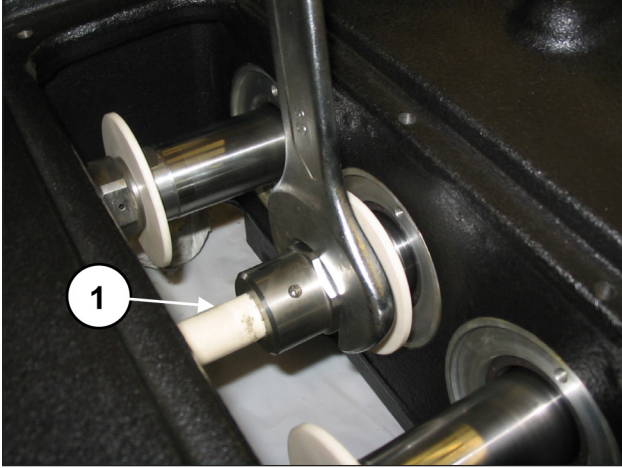
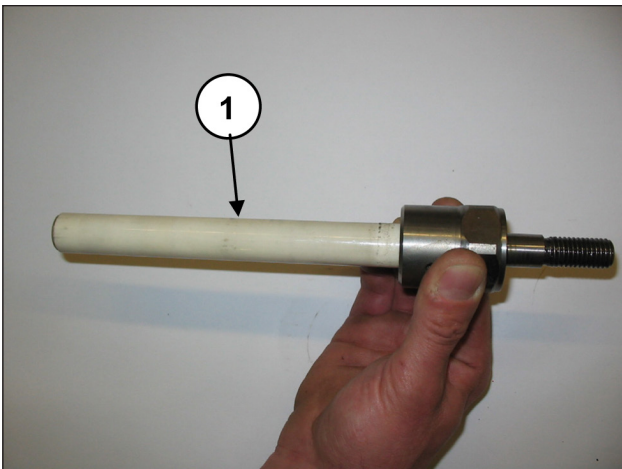

Fig. 122
Fig. 123
Remova os pistões com uma chave fixa (pos. ①, Fig. 122) e controle o seu estado de desgaste (pos. ①, Fig. 123). Substituí-los, se necessário.